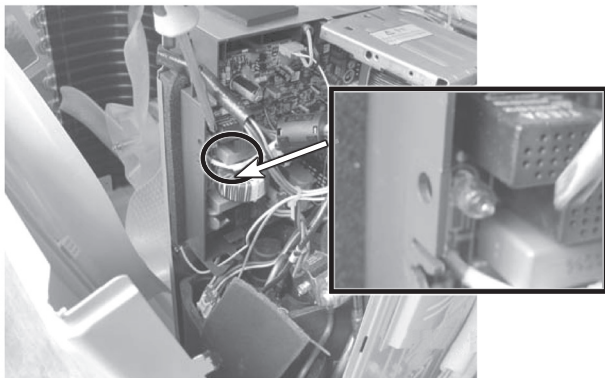

图 4-6 室外机电脑板指示灯
③ 可以看到室外机电脑板以及上面的指示灯，如图 4-6 所示。